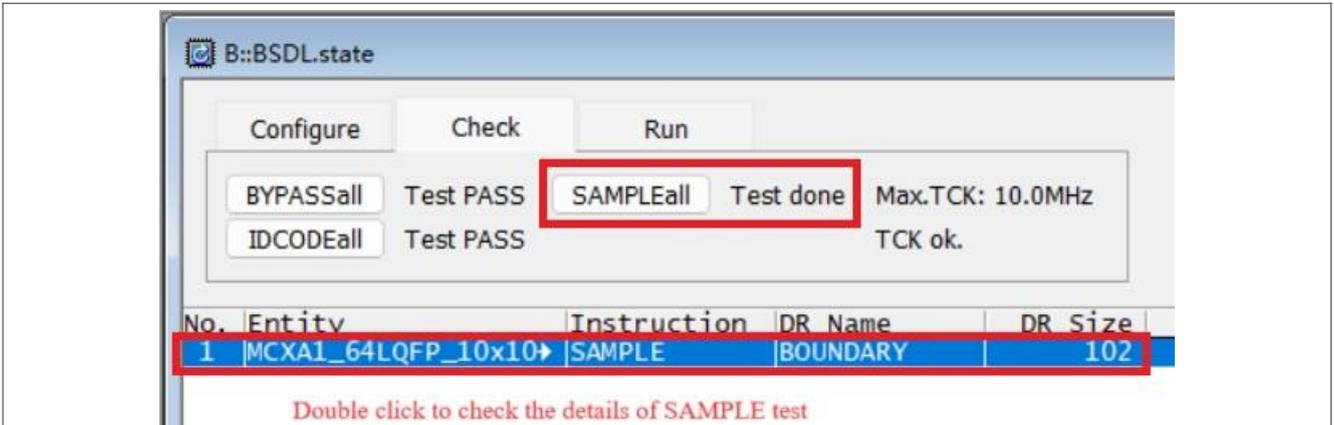
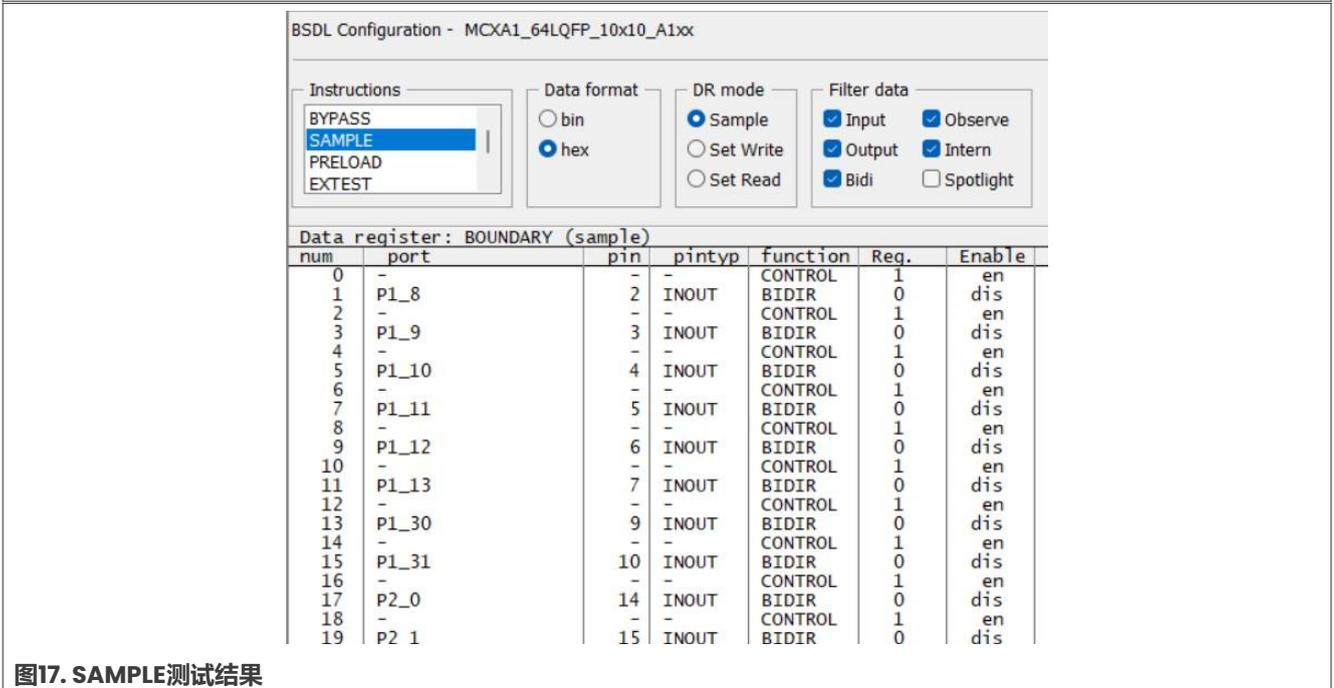

图16. 查看SAMPLE
图17. SAMPLE测试结果
8. 点击**SAMPLEall**按钮后，**No result**变为**Test done**。双击如图16所示的实体名称，可在BSL.SET窗口中看到SAMPLE测试结果，如图17所示。